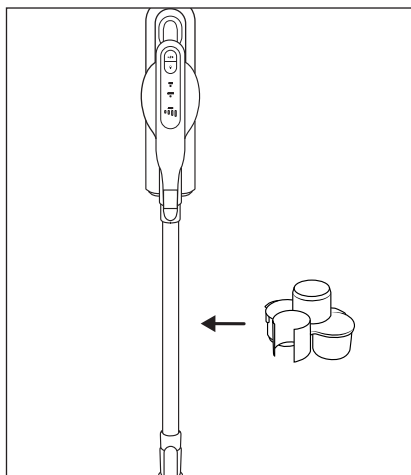

Fig. 16
- ◆ Fixez le support pour accessoires **17** sur le tube d'aspiration **24** (voir fig. 16).